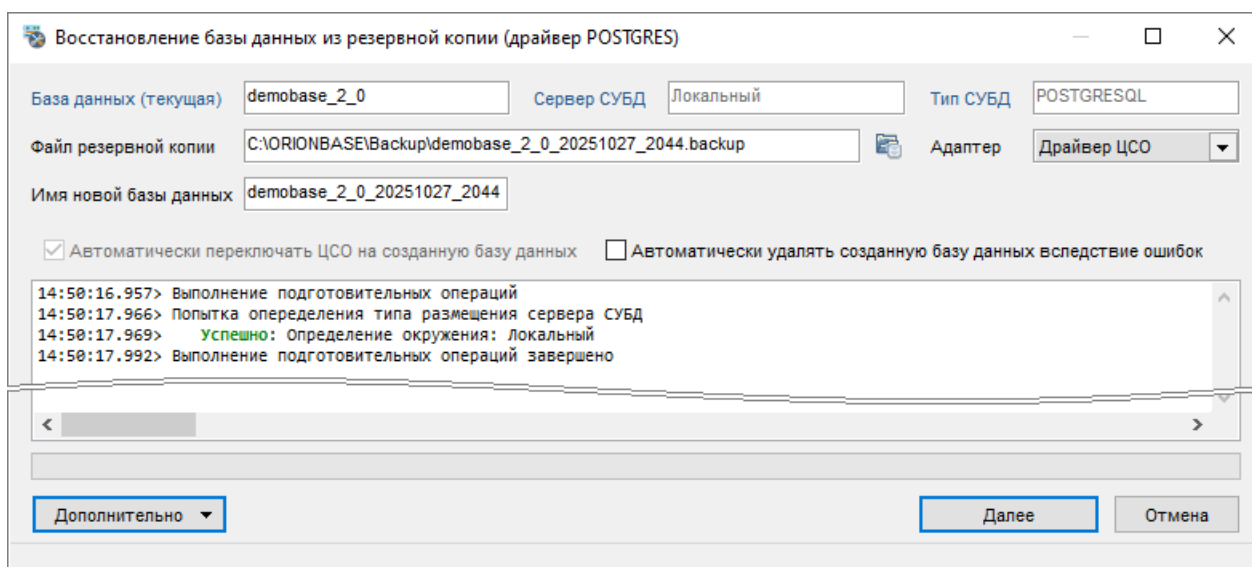

Рисунок 4-56 Окно "Восстановление базы данных из резервной копии" для СУБД Postgres
- 2) в открывшемся окне «Восстановление базы данных из резервной копии» (см. Рисунок 4-56) задайте настройки восстановления БД из резервной копии (см. п. 4.4.5.1) и нажмите кнопку «Далее» для проверки заданных настроек и подготовки к восстановлению БД;